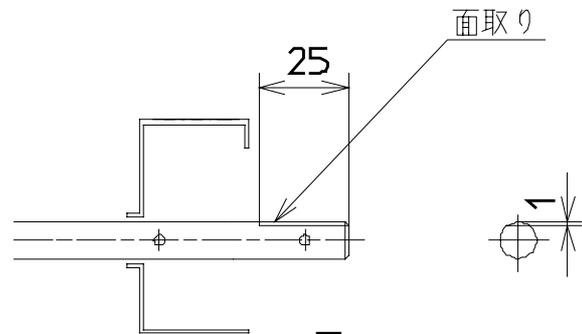

図 1
- (1) R ピンを抜いてハンドルを外して下さい。
- (2) ハンドルの付いていた駆動シャフトの先端から約 25mm を図 1 の様にヤスリ又はサンダーで面取りして下さい。